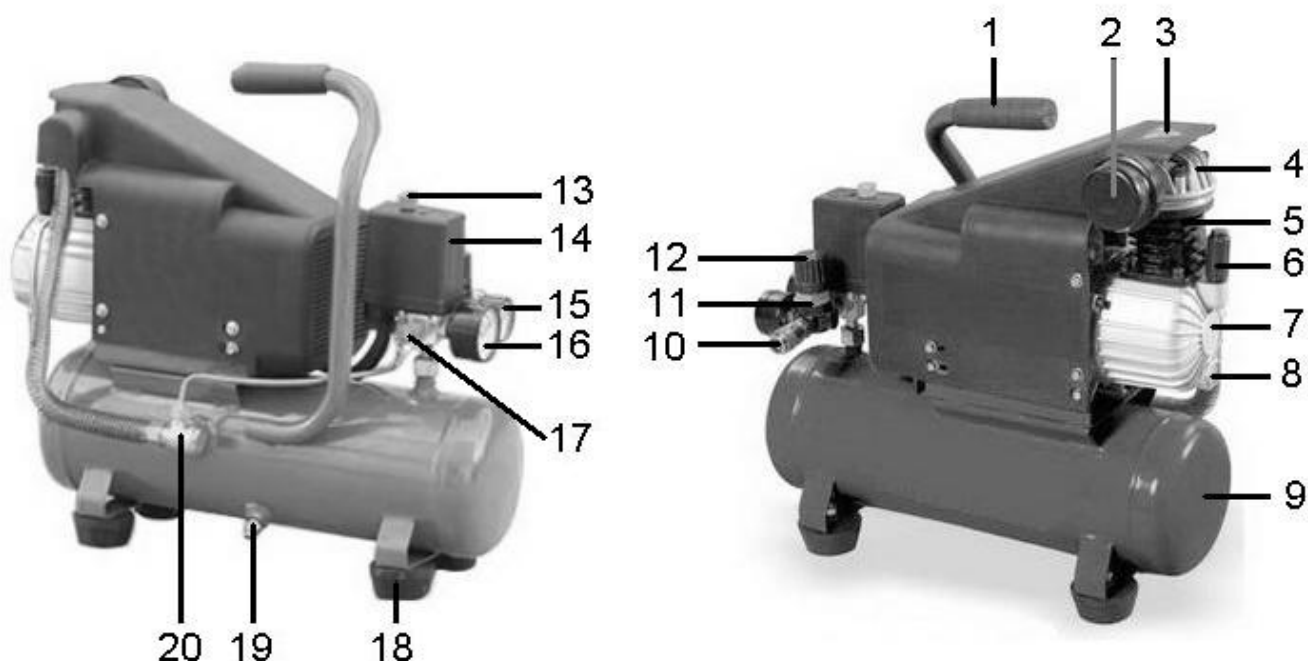

Рис.1
Асинхронный электрический двигатель с фазосдвигающим конденсатором и принудительной вентиляцией придает вращательное движение коленчатому валу компрессора. Коленчатый вал установлен непосредственно на вале ротора, а двигатель консольно состыкован с картером 7 (см. рис. 1) компрессора и закрыт защитой 3.
Состоит из картера 7 (рис.1), блока цилиндра 5 и крышки цилиндра 4, в которой размещена клапанная система язычкового типа. В картер заливается масло, необходимое для смазки узлов компрессора. Из крышки цилиндра сжатый воздух поступает в ресивер 9.
Ресивер 9 (см. рис.1) является накопительной емкостью для хранения сжатого воздуха. На дне ресивера установлен дренажный клапан 19, предназначенный для удаления конденсата, который образуется в процессе работы компрессора.
Компрессор имеет пневмоэлектрическое реле-выключатель 14 (см. рис.1) Ручное включение или выключение компрессора осуществляется перемещением кнопки выключателя 13 вверх или вниз. После ручного включения компрессора, реле-
выключатель контролирует давление во внутренней магистрали высокого давления (контур ресивера) и автоматически выключает электродвигатель, когда давление в ресивере достигнет 8 бар, и включает его, когда давление в контуре падает до 6 бар. Оценить давление воздуха во внутренней магистрали высокого давления можно по манометру 16 (рис.1)
Во внутренней магистрали высокого давления (контур ресивера) установлен предохранительный клапан 17 (рис.1). Этот механический клапан является дополнительной защитой контура ресивера от чрезмерного давления в магистрали и срабатывает при давлении 8,8 бар. Предохранительным клапаном можно стравливать воздух из внутренней магистрали вручную.
Вентиль внешней магистрали 10 (рис.1) предназначен для отключения/подключения внешней магистрали к внутренней магистрали компрессора через выходной редуктор. Выходной редуктор 11 предназначен для обеспечения и поддержания во внешней магистрали давления, необходимого для работы конкретного пневматического инструмента. Регулировка величины давления осуществляется ручкой редуктора 12 (рис.1) при открытом вентиле 10 и работающем сменном инструменте. Контролируется давление с помощью манометра 15 (рис.1).
- Установите демпфер 18 (рис.1), используя входящий в комплект поставки крепеж, а также воздушный фильтр!
Внимание! Перед первым включением компрессора необходимо залить масло в картер 7 (рис. 1).
Для заливки масла открутите сапун 6 (рис.1) и залейте приблизительно 0,25 л масла в отверстие. Дайте стечь маслу, выждав приблизительно 10 минут, и долейте, если необходимо, столько масла, чтобы его уровень совпадал с меткой в окне указателя уровня масла 8 (рис.1). Установите на место сапун.
Необходимо как минимум раз в неделю сливать из ресивера воду, открыв дренажный клапан (см. рис. 1), расположенный в нижней части ресивера. Помните, что если в ресивере присутствует сжатый воздух, вода выплеснется с достаточно большой силой. Рекомендуемое давление внутри ресивера при сливании воды составляет максимум 1-2 бар. Водный конденсат, слитый из ресивера масляного компрессора, не должен выливаться в канализацию или землю (почву), поскольку содержит масло.